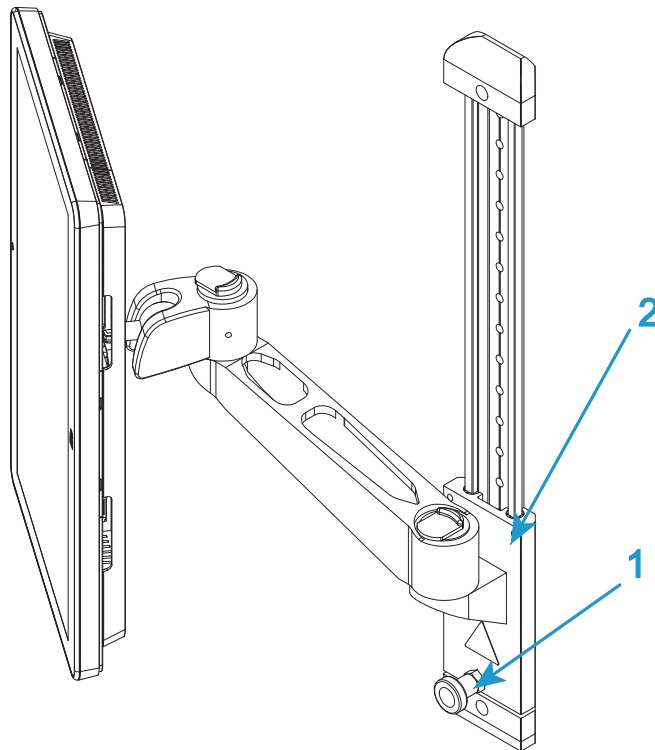

図6. 高さの調整
1. 様々なオペレータが快適に使用できるように Bluehill[®] オペレータ ダッシュボードの高さを調整することができます。ロック (45 ページの 図 6 の 1) を緩め、取り付けアーム (45 ページの 図 6 の 2) を希望の高さにスライドします。ロックを再び締め付けます。